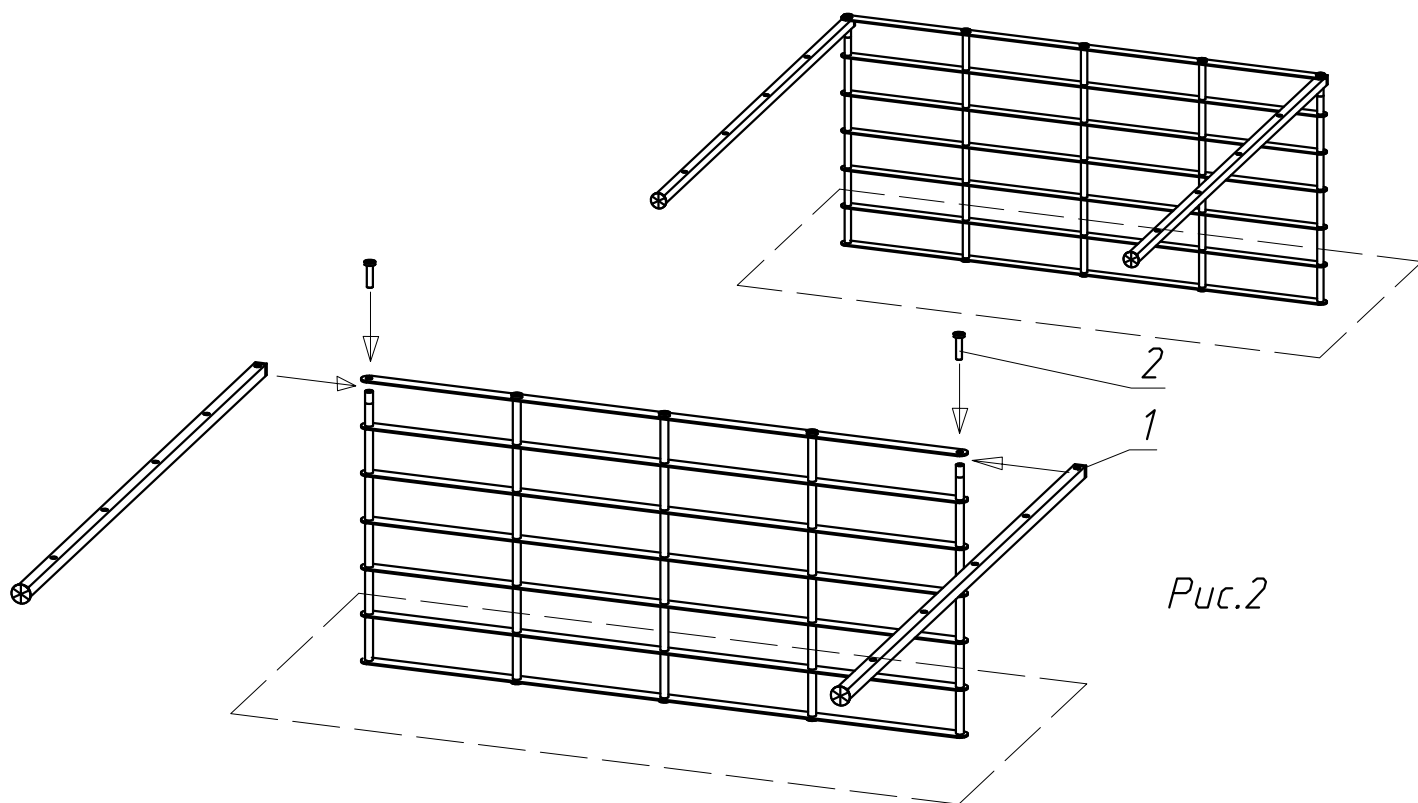

Рис.2
5) Совместить отверстия стоек 1 с резьбовой осью Рис.2